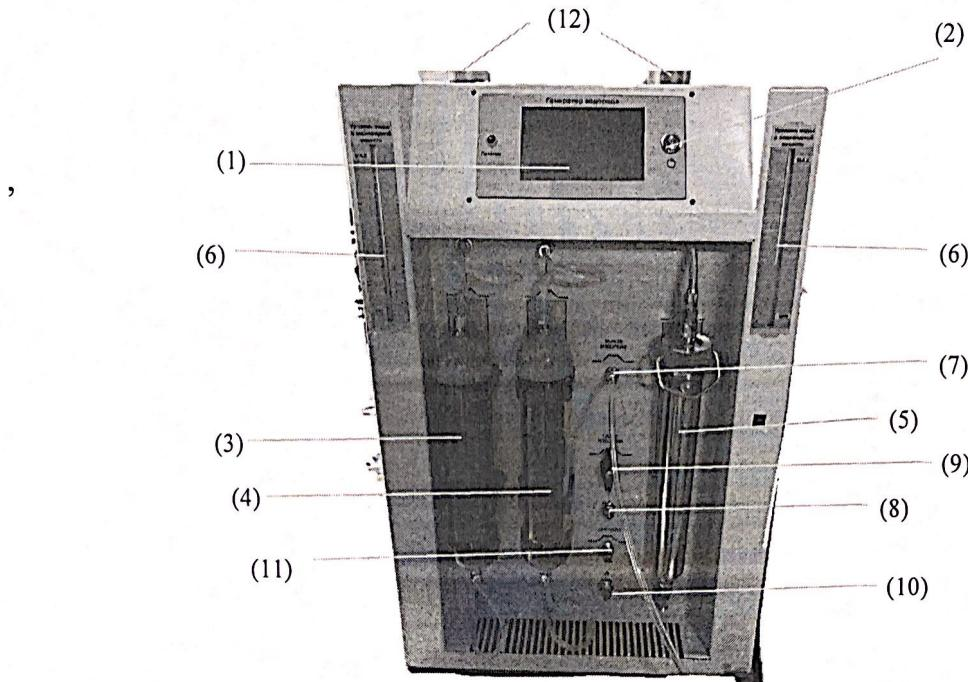

Рис.2 Передняя панель генератора водорода
2.2. На передней панели генератора водорода расположены основные штуцеры и фильтры (Рисунок 2):